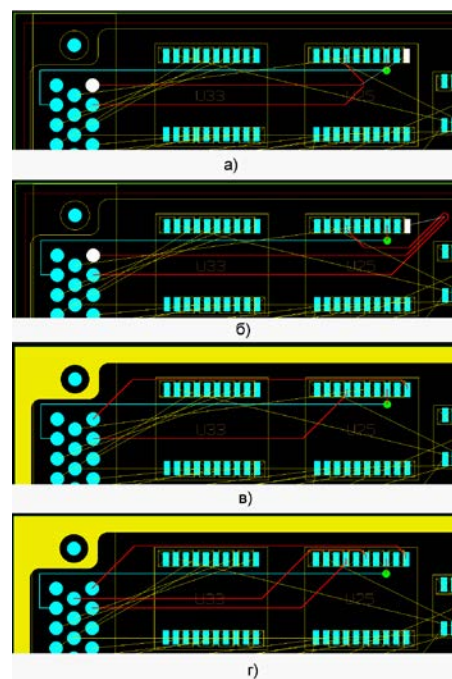

Рис. 10. Прокладка проводников в режиме Activ-45.
46. Сдвинем указатель мыши вправо так, чтобы он уперся в ранее проложенный на слое Component проводник и начал его сдвигать (рис. 10а).
Система автоматически завершит прокладку проводника по оптимальному пути (рис. 10в). Оттрассируем в этом режиме еще одну цепь.
Система автоматически завершит прокладку проводника по оптимальному пути (рис. 10г). Легко видеть, что трассировка в режиме Activ-45 более удобна, чем простая ручная трассировка, и ее конечный результат выглядит очень красиво. Однако, в режиме ручной трассировки система не добавляет переходные отверстия, необходимость в которых растет по мере прокладки проводников. Для упрощения процедуры используется полуавтоматическая трассировка, при которой пользователь лишь приблизительно указывает точки на плате, через которые пройдет проводник.